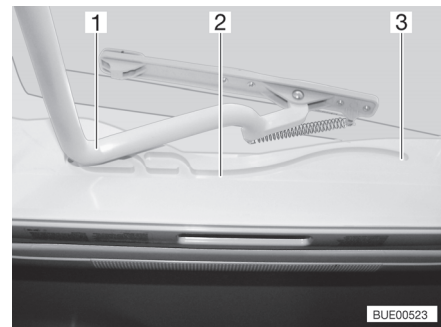

Fig. 18 Guía (claraboya Heki)
- Tirar el estribo (Fig. 18,1) en las guías (Fig. 18,2) hasta la posición trasera final (Fig. 18,3).
- Empujar el estribo (Fig. 18,1) ligeramente hacia arriba con ambas manos.
- Tirar el estribo en las guías (Fig. 18,2) hasta la posición deseada.